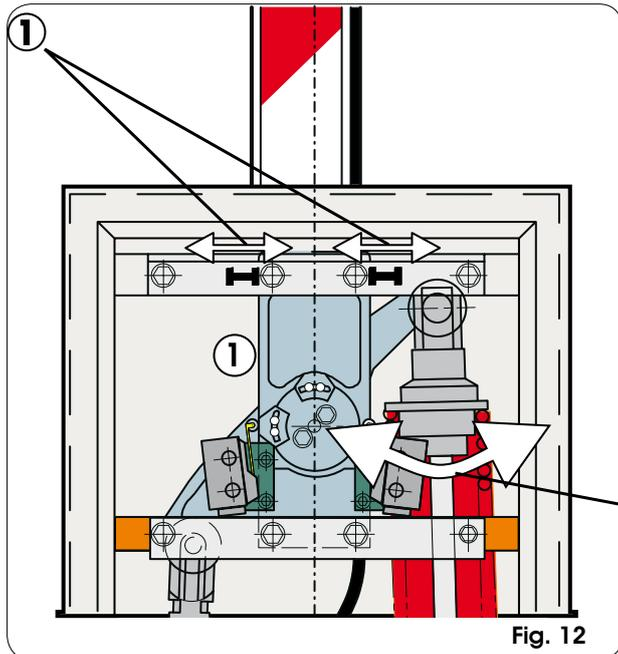

Fig. 12
- 5) Régler les arrêts mécaniques de fin de course d'ouverture et fermeture d'après la fig. 12 réf. ①. et vérifier l'équilibrage de la lisse d'après les indications fournies au paragraphe 5.1.
- 2) Si la barrière a tendance à se fermer, tourner la bague de précharge du ressort (Fig.12 réf. ②) en sens horaire; si elle a tendance à s'ouvrir, tourner en sens inverse horaire.